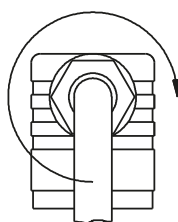

Fig. 5
- ✚ Appliquez une pression sur la partie intérieure ⑧ jusqu'à ce qu'elle s'enclenche dans la boîte de raccordement ②.
- ✚ Insérez la vis centrale dans la boîte de raccordement et serrez la presse étoupe (→ fig. 5).